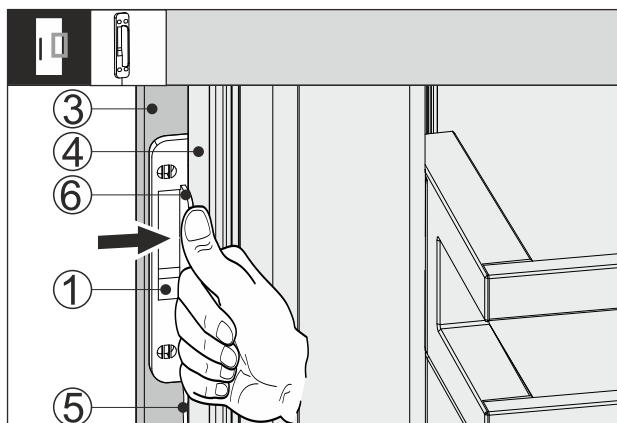

Fig. 66
- Skjut knackningssensorn Fig. 66 (1) mellan möbelfronten Fig. 66 (3) och skåpdörren Fig. 66 (4) så att kabeln Fig. 66 (5) är något spänd. Knackningssensorns anslag Fig. 66 (6) ligger emot skåpdörren Fig. 66 (4).
- Pressa knackningssensorn Fig. 66 (1) mot möbelfronten Fig. 66 (3).
- Knackningssensorn Fig. 66 (1) är fastlimmad. Fastlimningen av knackningssensorn ger en optimerad överföring av knackningssignalen.
- Varaktig fixering av knackningssensorn Fig. 66 (1) förlänger livslängden.
- Skruva fast knackningssensorn Fig. 66 (1) med de medföljande skruvarna vid möbelfronten Fig. 66 (3).